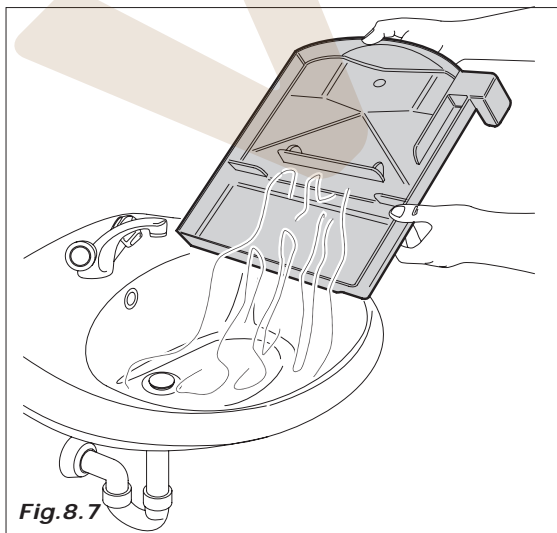

Fig.8.7
- sacar el cubo de residuos para limpiarlo o sustituirlo (Fig.8.7)